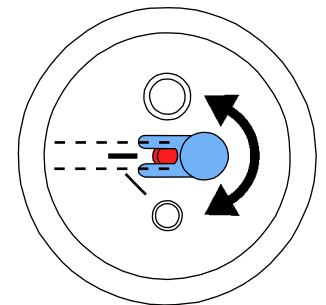

Abb. 12
- Bei Strahl tanks 25 - 70 µm muss die Dosierdüse ausgerichtet werden (Abb. 12)!